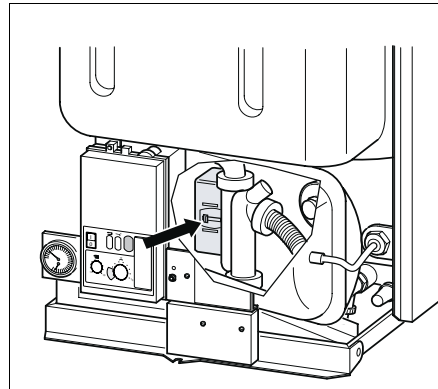

Abb. 7 Dreiwegeventil einstellen (dargestellt am GB112-11)
5. Stellen Sie das Dreiwegeventil in Mittelstellung (Abb. 7).